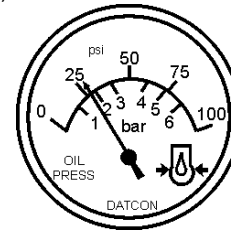

Figure 48. Jauge de pression d'huile
- La jauge de pression d'huile moteur (Figure 48) indique la pression de l'huile moteur. Dans des conditions normales de fonctionnement, la pression d'huile est d'environ 42 à 71 psi. (290 ~ 490 kPa).